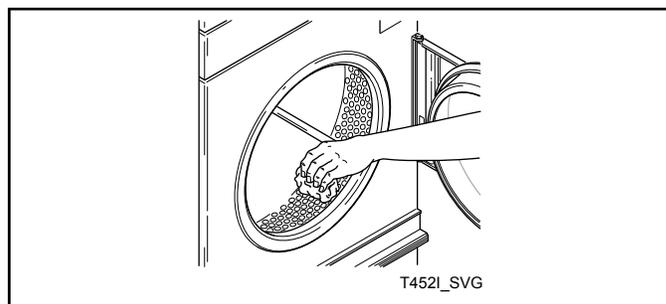

Рис. 13
10. Протрите барабан с помощью универсального моющего средства или воды с моющим средством. См. *Рис. 13*.